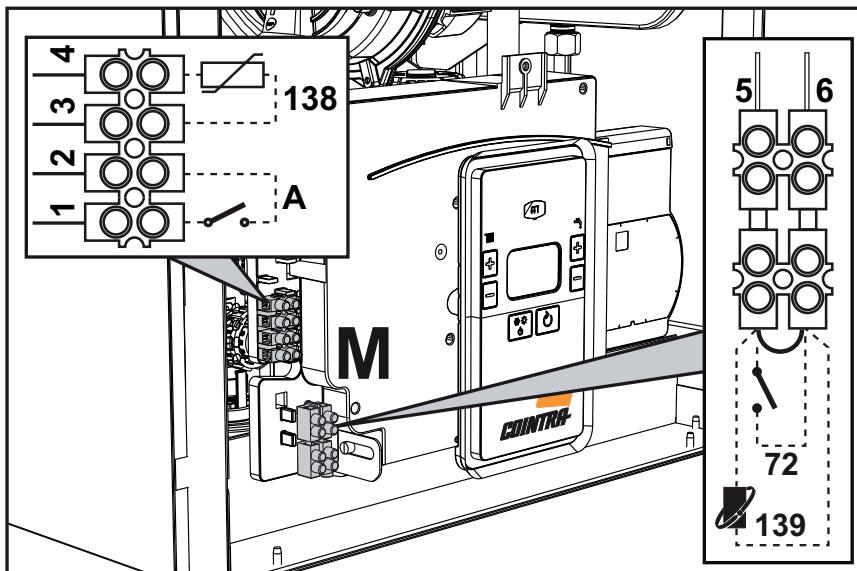
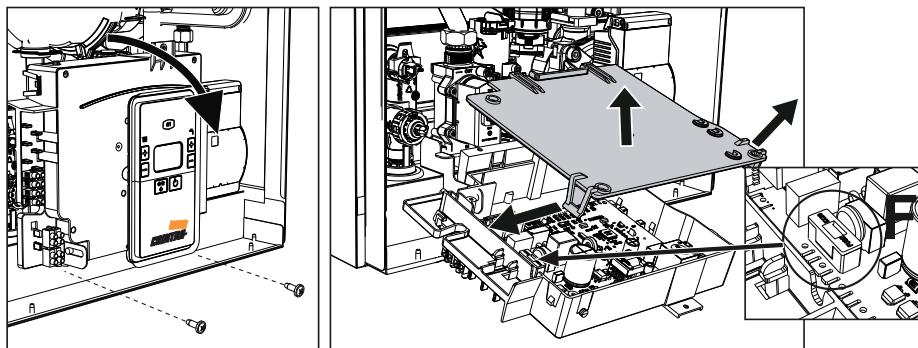

fig. 18
fig. 19
Después de quitar el panel frontal ( "Apertura del panel frontal" en la página 35 ) es posible acceder a las borneras (M) y al fusible (F) como se indica a continuación (fig. 18 y fig. 19). **Los bornes indicados en la fig. 19 deben tener contactos secos (no 230 V)**. La posición de los bornes para las diferentes conexiones también se ilustra en el esquema eléctrico de la fig. 45.
## Configuración del interruptor ON/OFF (A, fig. 19)